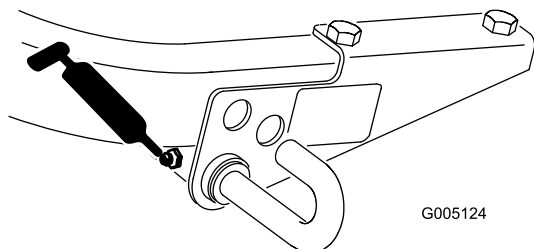

Figure 31
- Levier de verrouillage de tonte (Figure 31)